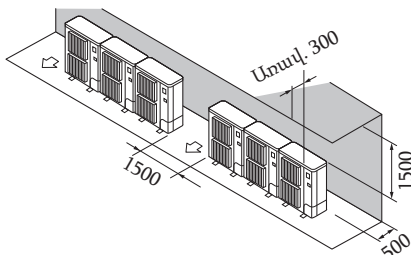

Fig. 2-9
② Շրջապատող իրեր՝ միայն հետևի մասում և վերևից (Fig. 2-9)